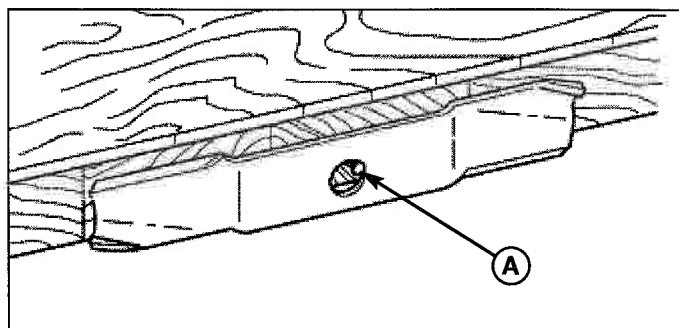

Figure 8. Équilibrage de la lame
- Équilibrez la lame comme indiqué à la Figure 8. Centrez l'orifice de la lame avec un clou lubrifié avec une goutte d'huile. Une lame équilibrée restera à niveau.